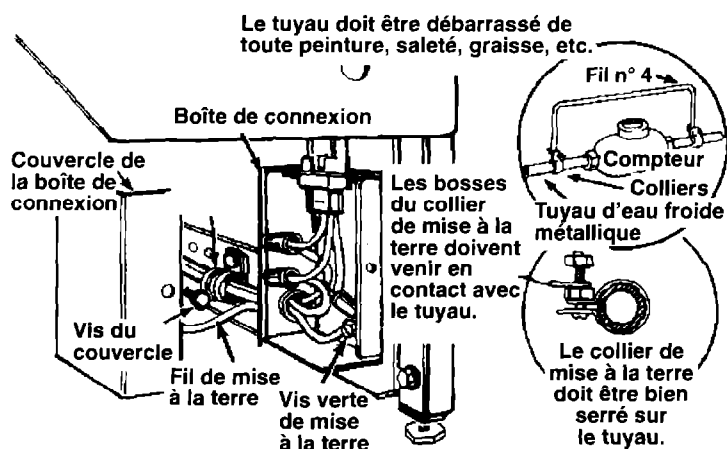

Figure 5
2. Pour plus de sécurité, utiliser un fil séparé de mise à la terre. Déposer le couvercle de la boîte de connexion du lave-vaisselle. Faire passer le fil de mise à la terre par un des trous de la boîte de connexion, où le cordon électrique pénètre. Brancher le fil de mise à la terre séparé sur la vis verte de mise à la terre qui se trouve à l'intérieur de la boîte de connexion. Brancher l'autre extrémité du fil séparé de mise à la terre sur un tuyau d'eau froide métallique mis à la terre*. (Voir la Figure 5.)